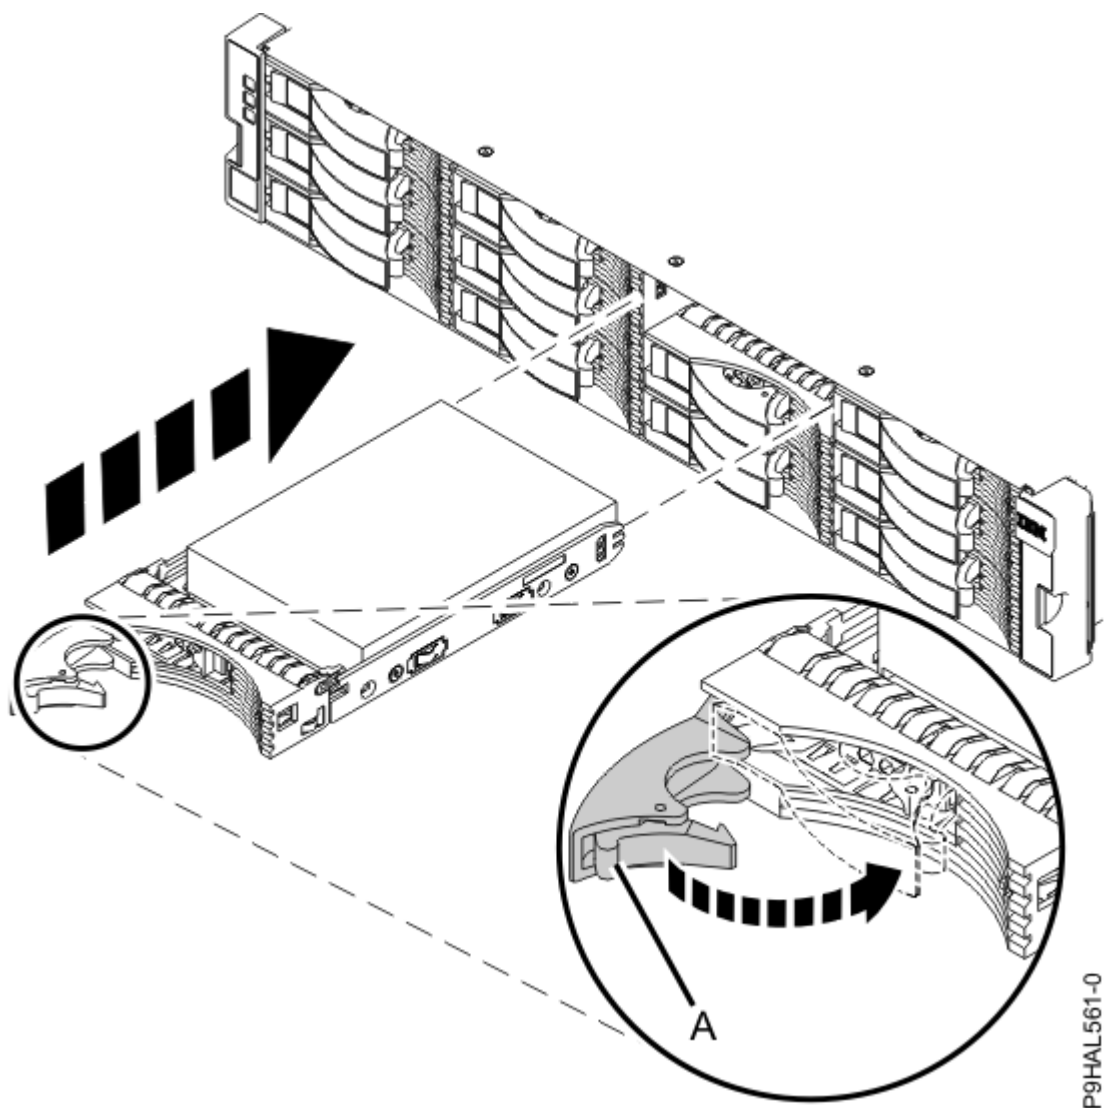
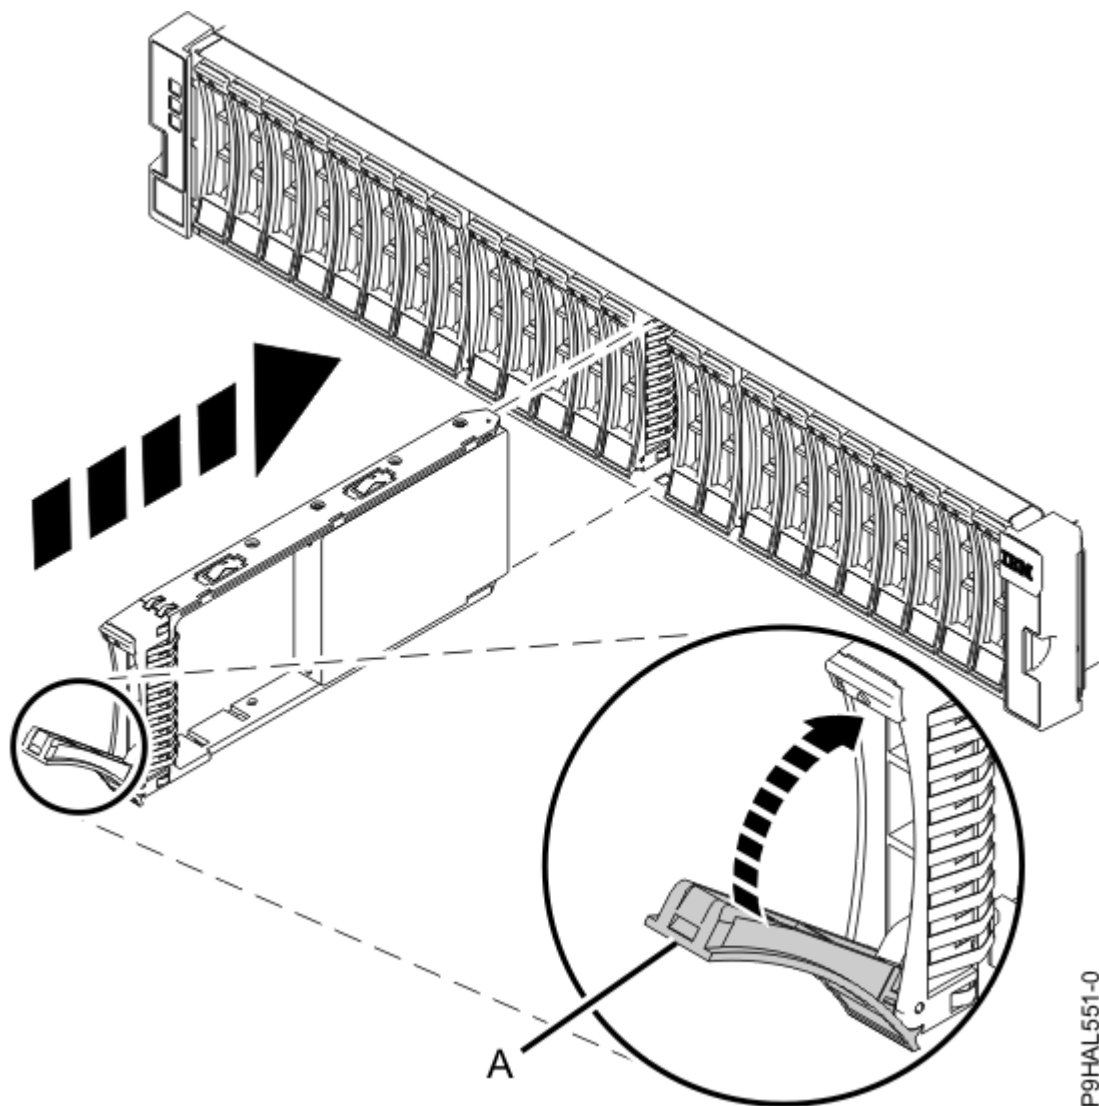

Figura 10: Instalación de una unidad en el alojamiento de almacenamiento ESLL
Figura 11: Instalación de una unidad en el alojamiento de almacenamiento ESLS
3. Con el asa en la posición de desbloqueo, sujete la parte inferior de la unidad mientras la alinea con los rieles de la guía del alojamiento. Consulte la Figura 10 en la página 12 o la Figura 11 en la página 13.